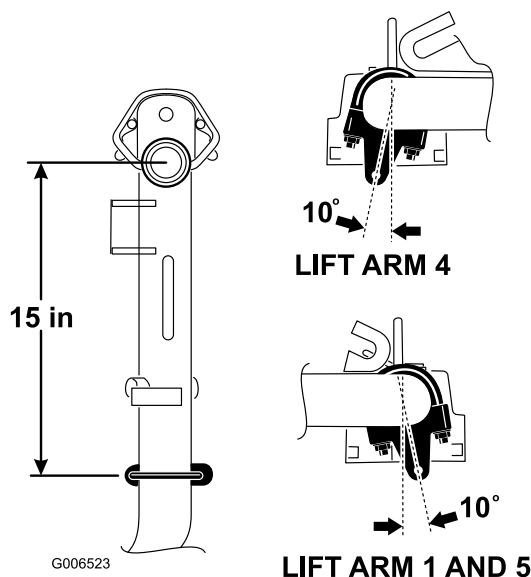

Figura 4
1. Nos braços de elevação nº 1, nº 4 e nº 5, posicione os suportes da corrente e as cavilhas em U 38 cm atrás do centro da articulação (Figura 4). Nos braços de elevação nº 1 e nº 5, os suportes devem ser rodados 10 graus para a direita na vertical (Figura 4). No braço de elevação nº 4, o suporte deve ser rodado 10 graus para a esquerda na vertical (Figura 4).